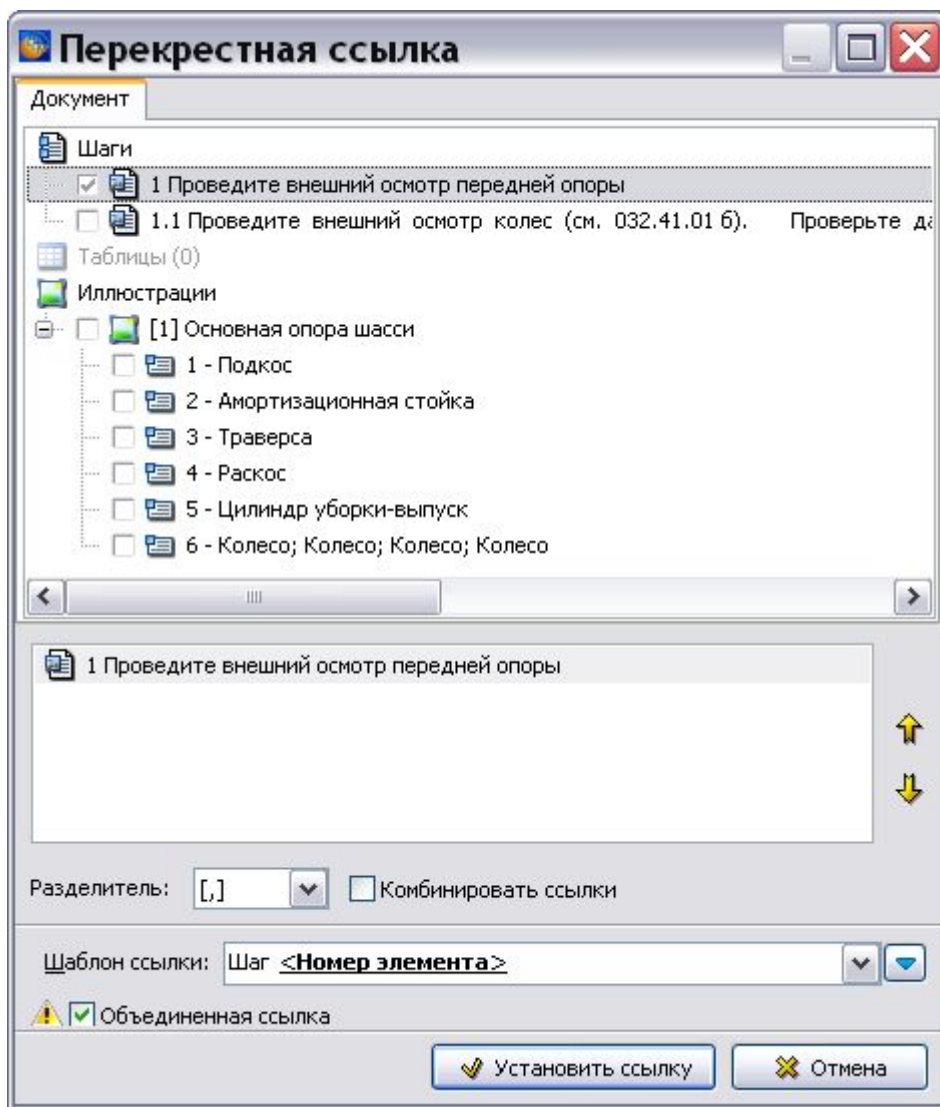

Рис. 3.217
5. Окно с внутренними объектами версии МД появится после нажатия на **+** слева от версии МД в структуре проекта. Это окно также можно вызвать нажатием на кнопку **▾** в нижней правой части окна и выбором команды **Установить перекрестную ссылку**. В диалоговом окне **Перекрестная ссылка** отображена структура модуля данных, объект которого будет использован для ссылки (Рис. 3.217).
6. Выделите объект для ссылки, например, шаг операции 1 (Рис. 3.217).